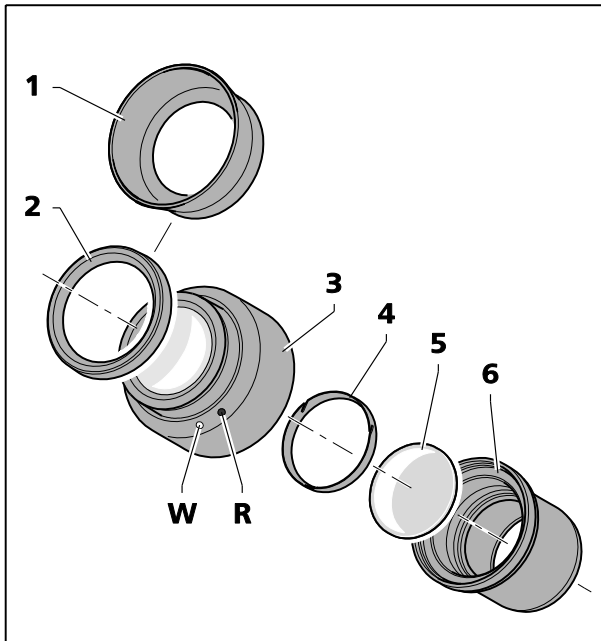

Abb. 11 Okularplatte einsetzen
Die Okulare sind zum Schutz von Brillen vor Zerkratzen mit Schutzringen aus Gummi ausgestattet. Diese Ringe können nach Wunsch durch umstülpbare Augenmuscheln (Abb. 11/1) ausgetauscht werden.
- Zu diesem Zweck die Brillenschutzringe (Abb. 11/2) von den Okularen entfernen und die Augenmuscheln (Abb. 11/1) anbringen.
- Stop (Abb. 11/6) vom Okular (Abb. 11/3) abschrauben.
- Sicherungsring (Abb. 11/5) herausziehen.
- Okularplatte (Abb. 11/4) einsetzen.
Der leichte Bildversatz, der durch den zusätzlichen Weg durch das Glas verursacht wird, wird auf der Dioptrienskala durch den Umstand berücksichtigt, dass die Nullpunktposition nicht durch den weißen Punkt (Abb. 11/W), sondern durch den roten Punkt (Abb. 11/R) gekennzeichnet ist.